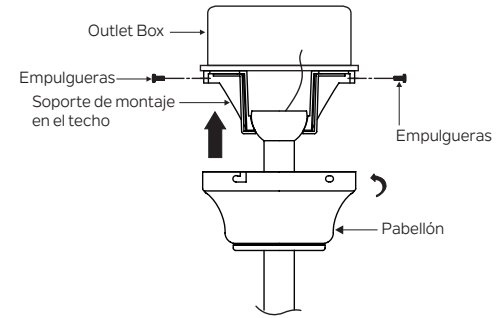

Fig. 13
**Paso 2.** Deslice el dosel hasta el techo y fije el dosel al soporte de montaje del techo con 4 tornillos en el borde superior del soporte de montaje. Inserte cada tornillo a través del orificio de montaje del dosel y en el soporte de montaje. Apriete todos los tornillos de forma segura. (Fig. 13)